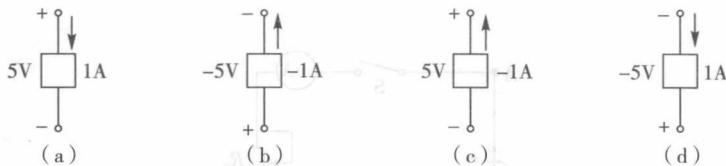

图1-14 习题2图
2.图1-14中,各元件所标的是电流、电压参考方向。求各元件功率,并判断它是耗能元件还是电源。